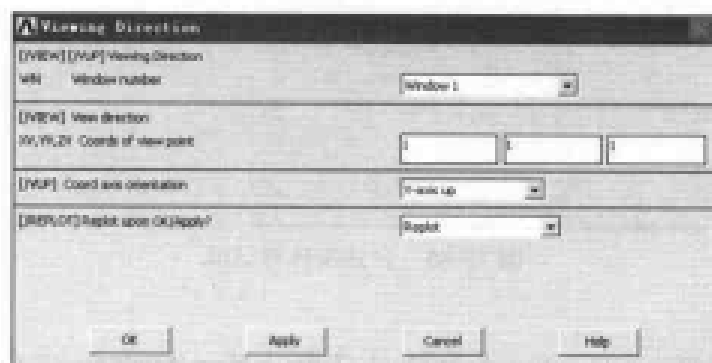

图 13-83 视图显示方向设置对话框
(19) 选择 Utility Menu | PlotCtrls | View Settings | Viewing Direction 命令, 出现 Viewing Direction 对话框, 在 XV,YV,ZV Coords of view point 文本框中依次输入 1、1、1, 如图 13-83 所示, 单击 OK 按钮关闭该对话框。